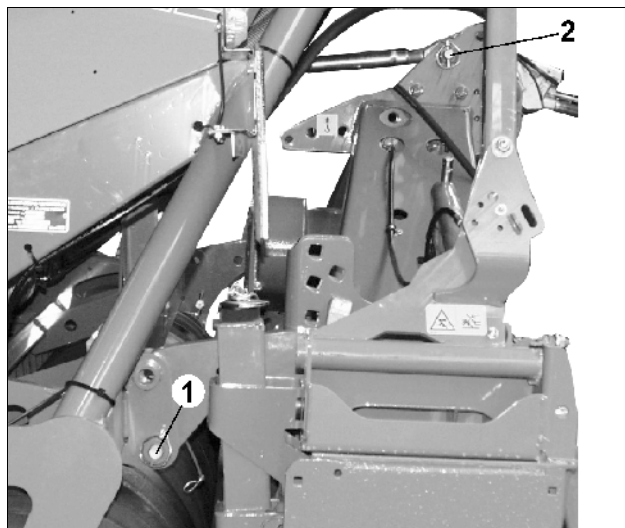

Fig. 21
- Boltene i bærearmenes fæste (Fig. 21/1) sikres i begge sider og spændes ved hjælp af cylinderskrue og møtrik.
- Topstangens bolt (Fig. 21/2) sikres og splitboltene sikres med ringsplitter.